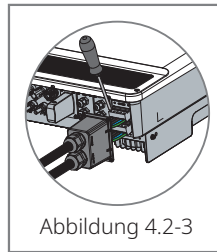

Abbildung 4.2-3
- **Netz- und Backup-Anschluss:** Bestätigen Sie, dass die Netzversorgung des Stromnetzes und des Backups an die Last angeschlossen sind: Polaritäten (L1/L2/L3/N in Sequenz) sind nicht verkehrt, beziehen Sie sich auf Abbildung 4.2-3.